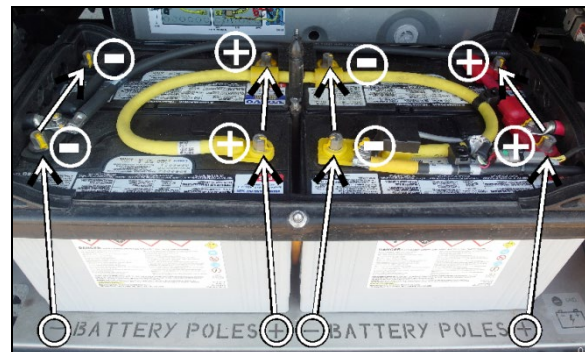

FIGURA 49: BANCO DE BATERÍAS
- Para respetar la polaridad de la batería en la disposición, los signos positivo (+) y negativo (-) están cortados con láser en la lámina de acero de la plataforma de la batería. Al instalar las baterías, coloque los polos negativo y positivo de la batería de acuerdo con los signos en la plataforma de la batería (Figura 49).